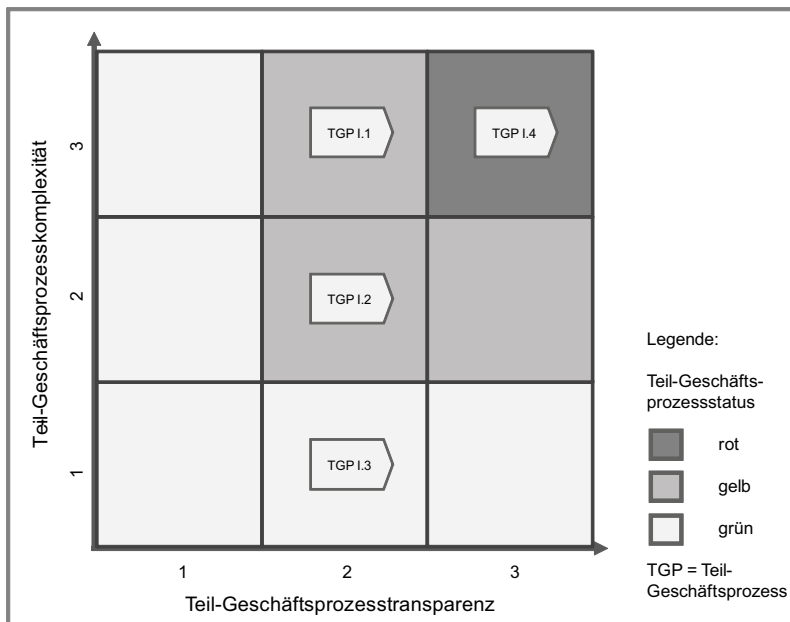
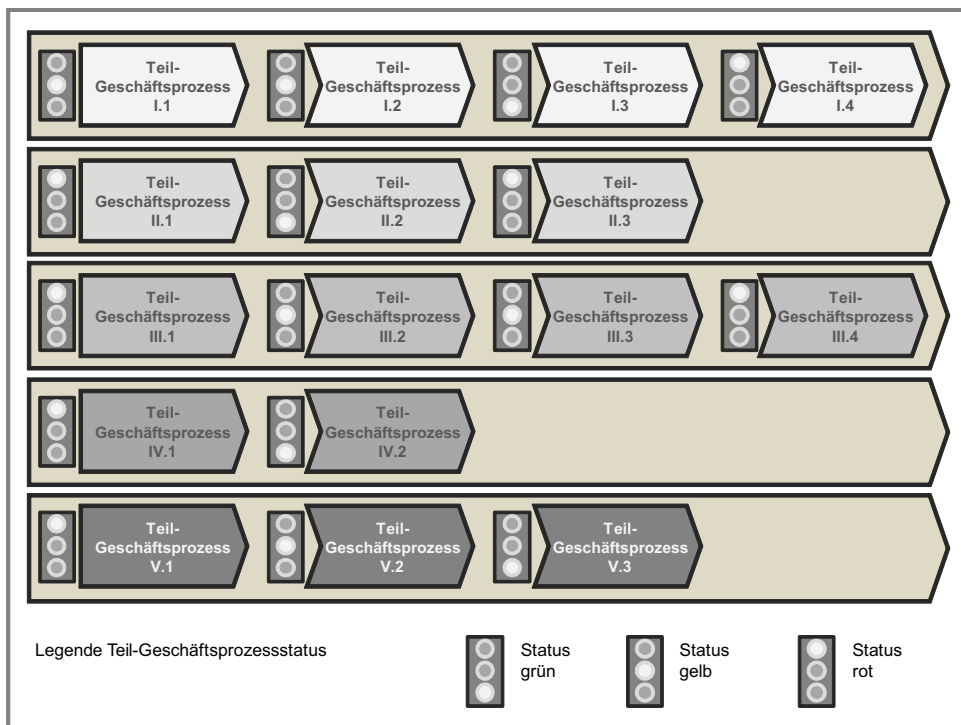

ABBILDUNG 4.8 Ermittlung des Teil-Geschäftsprozessstatus über ein Portfoliodiagramm
ABBILDUNG 4.9 Darstellung des Teil-Geschäftsprozessstatus in der Prozesslandkarte
- grafisch über ein Prozess-Portfoliodiagramm mit den Achsen (Teil-)Geschäftsprozesstransparenz und (Teil-)Geschäftsprozesskomplexität (siehe Abbildung 4.8) ermittelt werden.
Um den Geschäftsprozessstatus zu ermitteln, tragen Sie beide Indikatoren in einem Prozess-Portfoliodiagramm ein, wie in Abbildung 4.8 dargestellt (zur Erstellung eines Prozess-Portfoliodiagramms siehe Abschnitt 3.10).
In dem Beispiel in Abbildung 4.8 gliedert sich die Diagrammfläche in neun Bereiche, die drei Arealen zugeordnet sind. Das kleinste ist das kritischste und zeigt den Status „rot“ an (akuter Handlungsbedarf, wie im Fall von Teil-Geschäftsprozess TGP I.4 in Abbildung 4.8). Das zweitgrößte Areal entspricht dem Status „gelb“ und das größte dem Status „grün“. Die Geschäftsprozesse, die Sie mit höchster Priorität bearbeiten müssen, finden Sie in der oberen, rechten Ecke des Diagramms. Bei Teil-Geschäftsprozessen in diesem Areal ist die Transparenz gering und die Anzahl der Schnittstellen groß (überspitzt formuliert: Sie wissen nicht, wer was warum tut, vervielfältigen das herrschende Chaos aber über Ihre Schnittstellen und leiten es weiter bis zu Ihren Geschäftspartnern). Den so ermittelten Teil-Geschäftsprozessstatus stellen Sie wie in Abbildung 4.9 mit einem Ampelsystem in der Prozesslandkarte dar.
Den Geschäftsprozessstatus können Sie nicht nur grafisch, wie in Abbildung 4.8, ermitteln, sondern auch berechnen (siehe Abbildung 4.6). Dabei gehen Sie wie folgt vor:
Wie Sie sehen, ergeben sich je nach Wahl der Wertebereiche und auch zwischen der rechnerischen und der grafischen Ermittlung des Geschäftsprozessstatus unterschiedliche Aussagen. Der Teil-Geschäftsprozess TGP I.2 erhält zweimal den Status „gelb“ (grafische Auswertung in Abbildung 4.8 und Beispiel 1) und einmal den Status „grün“ (Beispiel 2). Deshalb müssen Sie im Vorfeld der Auswertung einen sinnvollen Wertebereich festlegen, um eine möglichst objektive Bewertung zu erhalten.